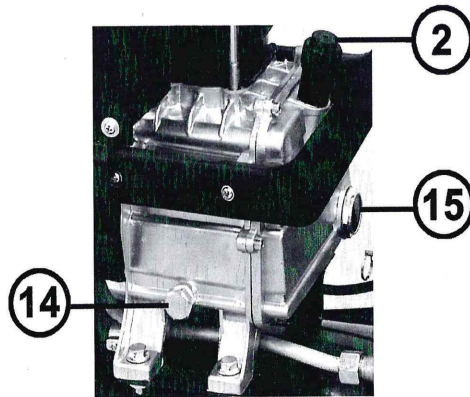

Рис. 10
1. Открутить сапун 2 (Рис. 10) маслосливного отверстия.
2. Подставить под пробку 14 (Рис. 10) маслосливного отверстия сборную емкость и открутить пробку маслосливного отверстия.
5. Проверьте уровень масла в картере компрессора через смотровое стекло 15 (Рис. 10). Уровень масла должен находиться в пределах красной метки смотрового стекла.